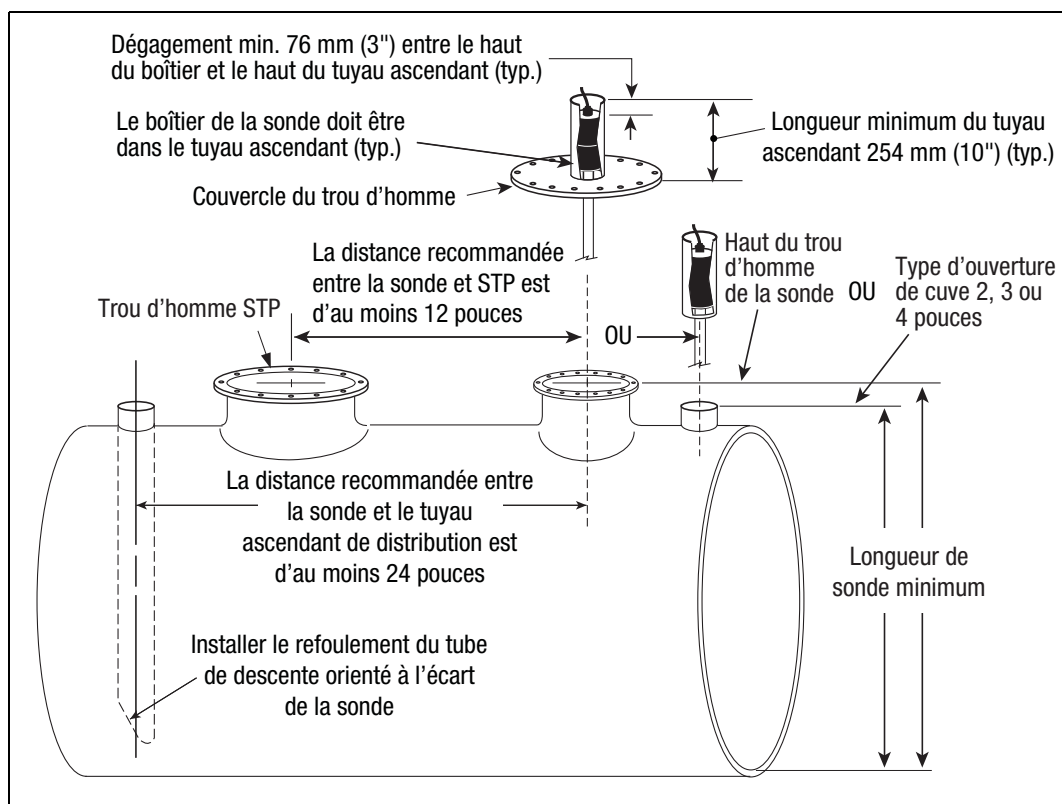

Figure 4. Détermination de la longueur minimale de la sonde Mag
1. Mesurez la distance du bas de la cuve au haut du trou d'homme de la sonde, ou à l'ouverture de la cuve de 2, 3 or 4 pouces, il s'agit de la longueur minimale de la sonde (voir la Figure 4).